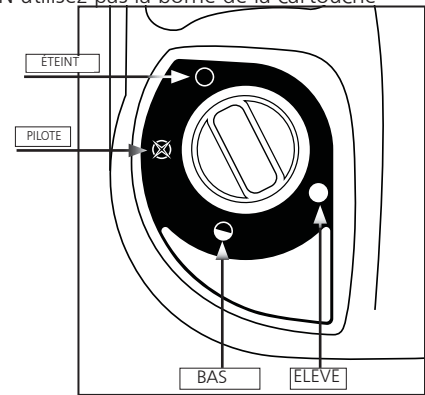
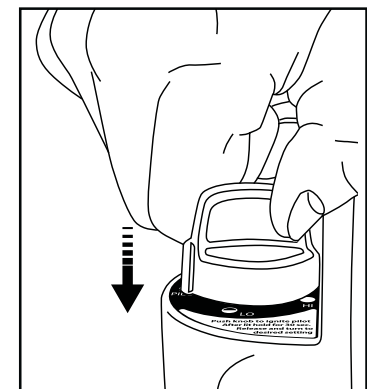

Figure 1 : Bouton de commande
Figure 3 : Ignition
- Assurez-vous que 4 Boutons de contrôle de position sont en mode «ETEINT»: voir la figure 1.
- Tournez le bouton de commande dans le sens antihoraire à la position «PILOTE»  et appuyez pour mettre à lumière; voir la figure 1 et Figure 3.
- Après le changement de la dalle de brûleur en orange vif, ajustez la sortie de chaleur en tournant le bouton de commande à la position de réglage désirée («BAS»  ou «ELEVÉ» ). Figure 1.